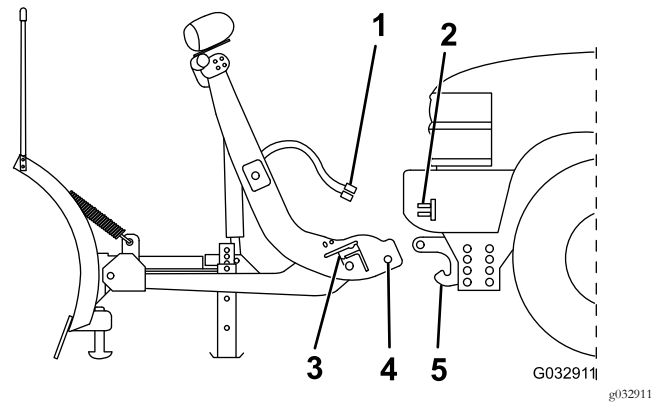

Bild 25
2. Fluchten Sie das Fahrzeug mit dem Schneeschild aus und fahren Sie langsam vorwärts, bis der untere Stift die Stiftaufnahme der Druckstange berührt (Bild 25).
- Nehmen Sie den Staubdeckel des elektrischen Anschlusses ab und schließen den Kabelbaum des Schneeschilds am Fahrzeugkabelbaum an (Bild 25).